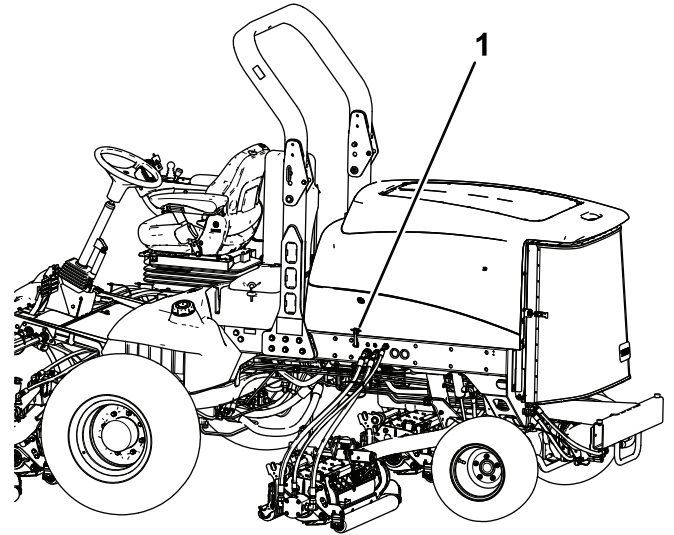

図 33
1. フードラッチブラケットからフードラッチを外す **図 33**。